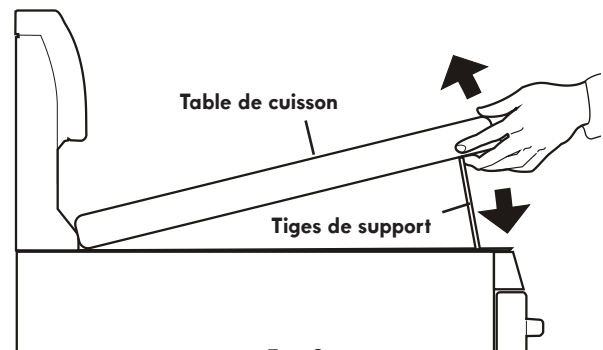

Fig. 2
1. Saisissez les côtés et soulevez par devant (voir Fig. 2). Les tiges de support vont supporter la table de cuisson lorsque cette dernière sera relevée. Soulevez la surface assez haut pour que les tiges de support s'enclenchent.